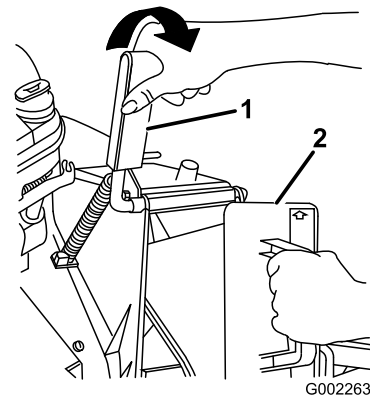

Figura 7
- Abra la puerta de descarga tirando del tirador hacia adelante y desplazando la puerta hacia atrás (Figura 7). Mientras inserta el tapón, sujete el tirador de la puerta para evitar que el muelle cierre la puerta.
- Puesto que el tapón es algo más ancho que la abertura del conducto de descarga, gire el tapón ligeramente en el sentido de las agujas del reloj al insertarlo (Figura 7).